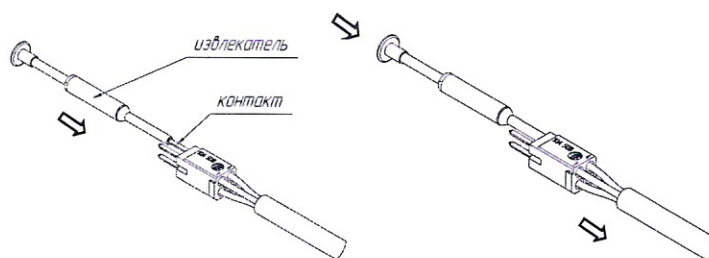

Рисунок 14 – Демонтаж контактов
5.3 Вставить извлекатель в гнездо вставки со стороны контактирования до упора. Надавливая на извлекатель в сторону контакта и постепенно увеличивая усилие, извлечь контакт (рис. 14).